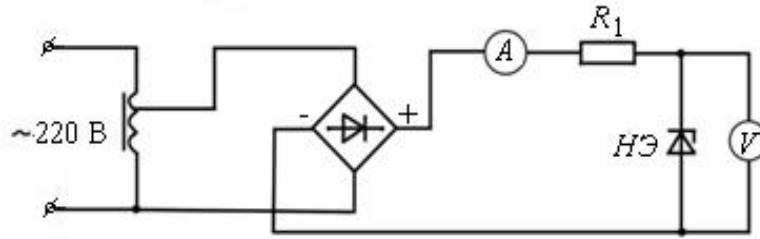

Рисунок 13.1 – Схема для экспериментального определения вольт-амперной характеристики стабилитрона
13.1.1 Экспериментально определить прямую и обратную ветви вольт-амперной характеристики (ВАХ) полупроводникового стабилитрона (рисунок 13.1).